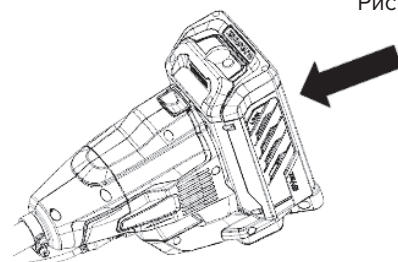

Рис. 18
1. Вставьте адаптер ENO AX6025 в инструмент (рис. 18). (Адаптер ENO AX6025 продается отдельно.)